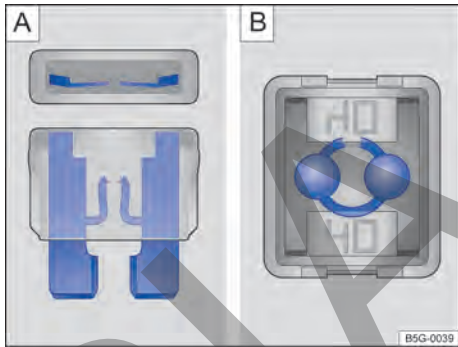

Fig. 172 Fusible fundido: **A** Fusible enchufable plano. **B** Fusible tipo bloque.
- Se puede saber si un *fusible enchufable plano* (ATO[®], MINI[®]) está fundido por la tira de metal quemada visible desde arriba y desde los laterales a través de la carcasa transparente → fig. 172 [A].
- Se puede saber si un *fusible tipo bloque* (JCASE[®]) está fundido por la tira de metal quemada visible desde arriba a través de la carcasa transparente → fig. 172 [B].